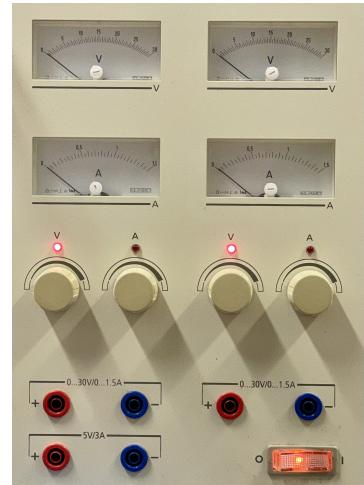
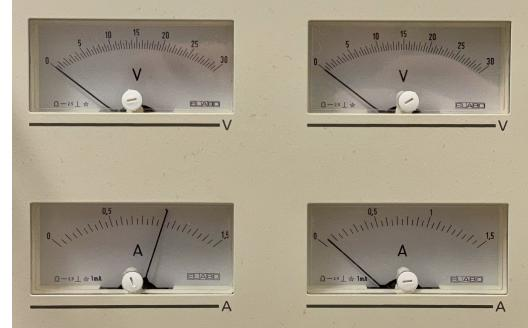

Abb. 2.1: Netzteil
Abb. 2.3: Einstellen der Stromstärke
**Durchführung** Zu beginn befinden sich keine Kabel am Netzteil und es wird eingeschaltet (Abb. 2.1). Nach dem Einschalten kann die Spannung eingestellt werden. Links sind 8V und rechts 5V einzustellen (Abb 2.2). Um die Stromstärke einzustellen, müssen jeweils beide Buchsen der Netzteile kurzgeschlossen werden. Links werden 1A und rechts 50mA eingestellt (Abb. 2.3).